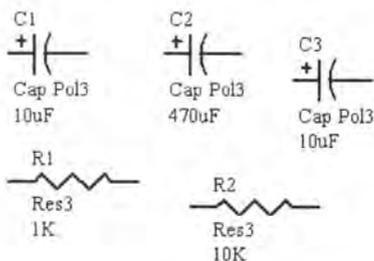

图 3-51 自动标注后的元器件
- [8] 依次关闭【工程变化订单 (ECO)】对话框和【注释】对话框, 此时原理图中的元器件标注已完成, 如图 3-51 所示。